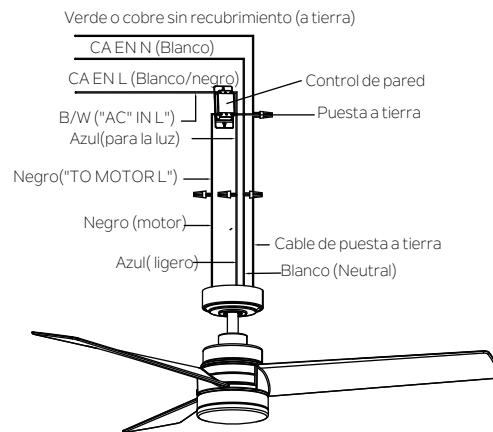

Fig. 12
Paso 1. Conecte el cable NEGRO del ventilador al cable NEGRO marcado como “AL MOTOR L” desde el control de pared. (Fig.12.)
Paso 2. Conecte el cable AZUL del ventilador al cable AZUL marcado como “PARA ILUMINACIÓN” desde el control de pared. (Fig.12)
Paso 3. Conecte el cable BLANCO del ventilador al cable neutro BLANCO de su hogar. (Fig. 12)
Paso 4. Conecte el cable rayado BLANCO Y NEGRO marcado como “CA EN L” del control de pared al cable de alimentación BLANCO/NEGRO de su hogar. (Fig. 12)
Paso 5. Conecte los cables de PUESTA A TIERRA (VERDES) desde el soporte de montaje y la bola del vástago de extensión y el control de pared al cable de PUESTA A TIERRA (VERDE) o SIN RECUBRIMIENTO (COBRE) de su hogar. (Fig. 12)
Paso 6. Asegure la conexión del cable con los conectores plásticos proporcionados. Luego de haber conectado los cables, sepárelos de manera que el cable verde y el cable blanco estén de un costado de la caja de distribución eléctrica y el cable rayado blanco y negro y el cable azul estén del otro costado. (Fig. 12)